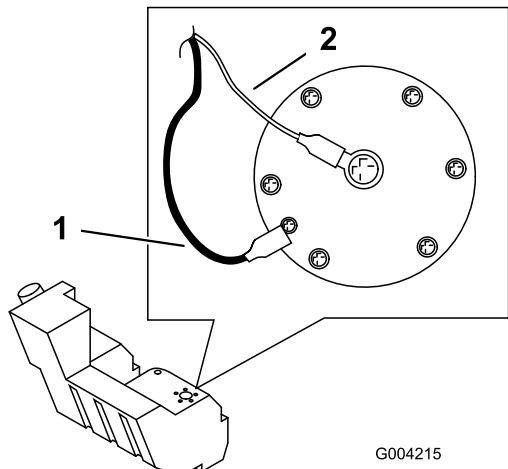

Figure 59
- Débranchez les deux fils reliés au côté droit du réservoir (Figure 59).
- Sur le côté droit du réservoir, raccordez le fil orange à la borne centrale, et le fil noir à la borne extérieure (Figure 59).